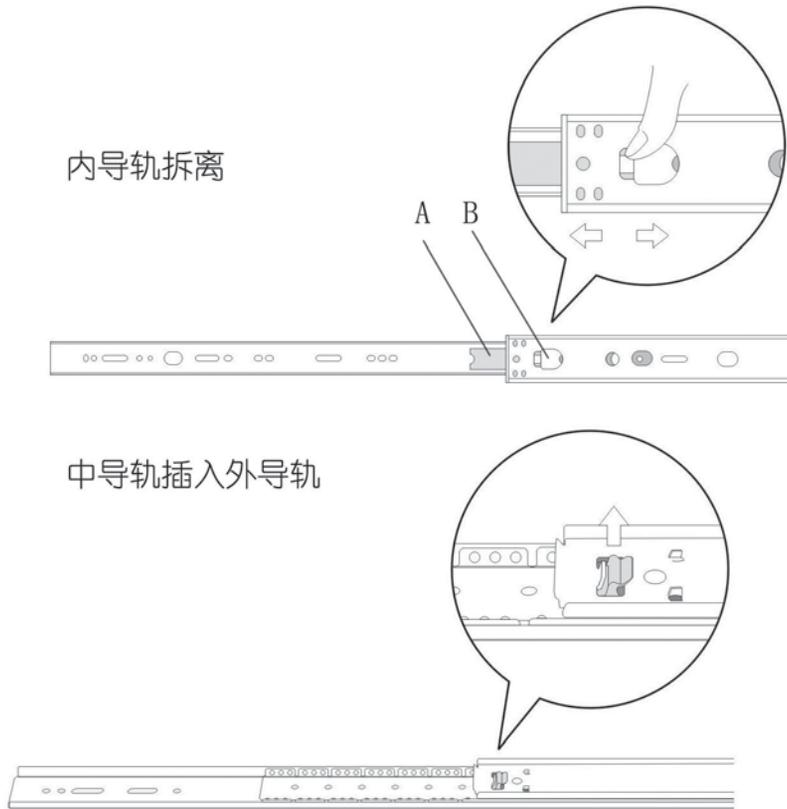

图 3-15 安装前导轨的准备
16) 按动两侧的内导轨上的“内导轨插入定位卡扣”（如图 3-15 所示），将服务器全部推入到机柜内，至此，服务器安装到机柜上完成；